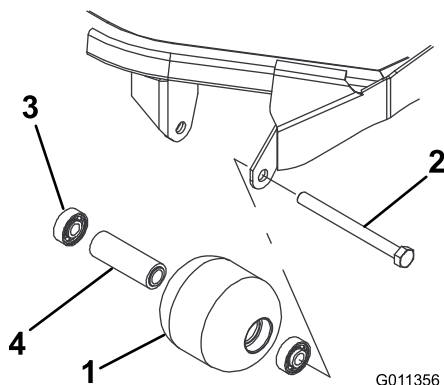

Рисунок 66
1. Снимите болт крепления валика (Рисунок 66).
4. Осмотрите корпус, подшипники и втулку подшипника валика на наличие повреждений (Рисунок 66).
1. Запрессуйте передний подшипник в корпус валика (Рисунок 66). Надавливайте только на наружное кольцо или с одинаковым усилием на внутреннее и наружное кольца.
2. Вставьте втулку подшипника (Рисунок 66).
3. Запрессуйте второй подшипник в корпус валика (Рисунок 66), нажимая с одинаковым усилием на